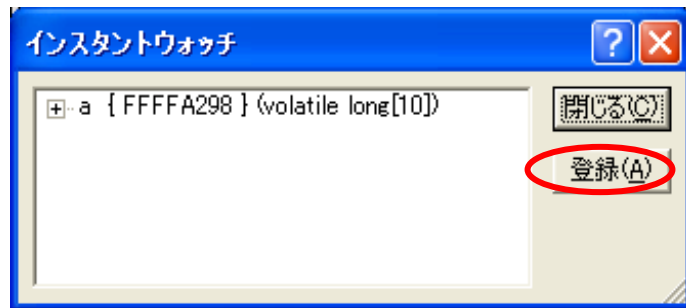
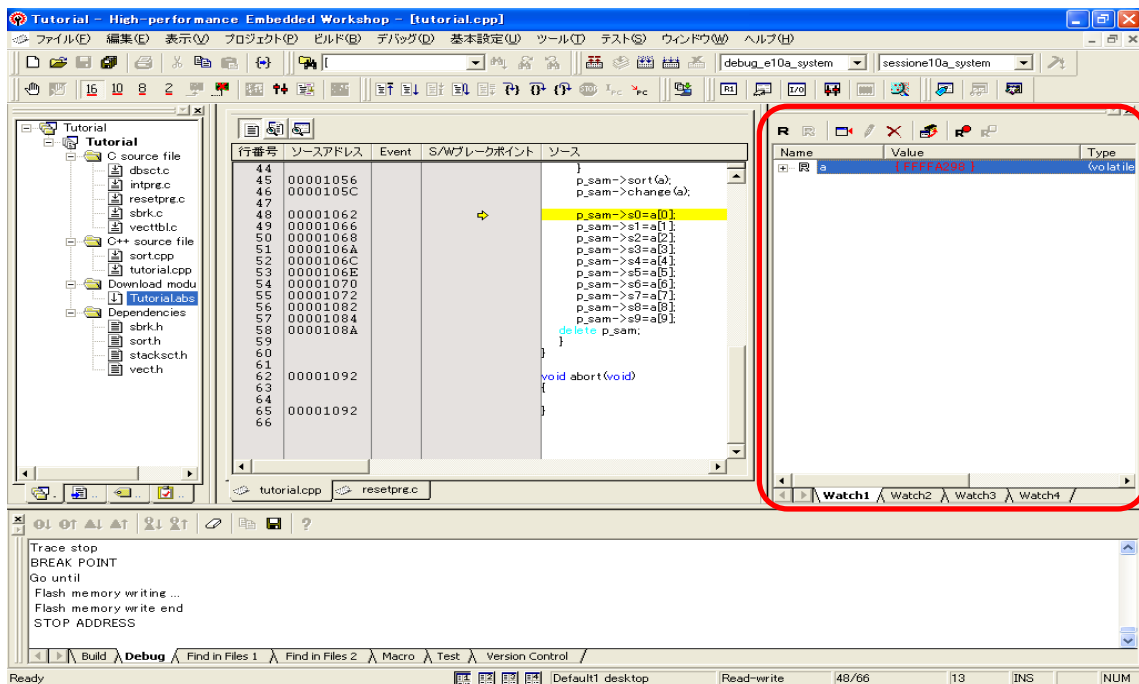

図 6.41 インスタントウォッチ(メモリアドレス)表示画面
図 6.42 ウォッチウィンドウ表示画面
インスタントウォッチを選択すると図 6.41 のように設定画面が表示されるので、[登録]ボタンをおして登録してください。登録後、図 6.42 のようにウォッチウィンドウに配列「a」が登録されます。
実行後プログラムは図 6.41 のように、アドレス一致ブレーク機能が発生して、[Tutorial.cpp]内の 48 行目でプログラムが停止します。
(6)シンボル登録後、図 6.42 のように[ウォッチ]ウィンドウに配列“a”が登録されます。